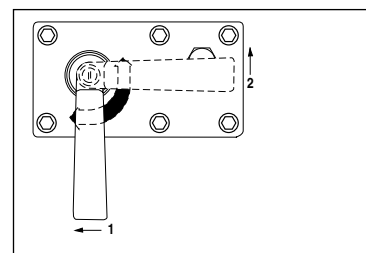

Figure 6
(Voir la Figure 6)
3. Faire tourner la soupape de commande en position rappel (« 2 ») (voir la figure 6 pour les positions de la soupape).